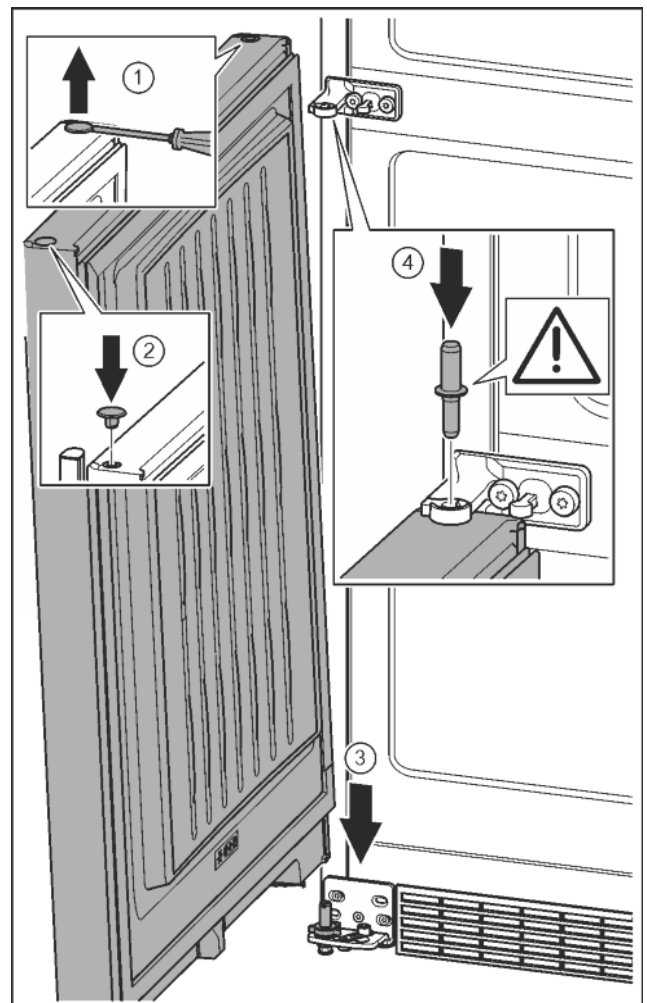

Fig. 22
- ▶ Stopfen vorsichtig mit einem Schlitzschraubendreher anheben und herausziehen. *Fig. 22 (1)*
- ▶ Stopfen auf der anderen Türseite wieder einsetzen. *Fig. 22 (2)*
- ▶ Tür von oben auf den unteren Lagerbolzen aufsetzen. *Fig. 22 (3)*
- ▶ Lagerbolzen Mitte durch Lagerbock Mitte in die untere Tür einsetzen. Dabei darauf achten, dass der Rastnocken nach hinten zeigt. *Fig. 22 (4)*